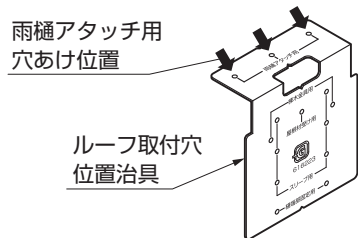

図11-14
- ①ルーフ取付穴位置治具を樋にあて、ケガキ、ドリルで水抜き穴 $\phi 36$ と雨樋アタッチA取付穴 $\phi 3.2$ をあけてください。(図11-14、11-15参照)